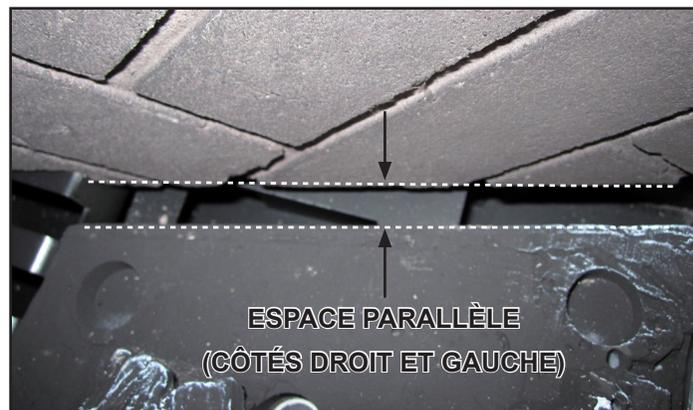

Figure 10.6 Placer le réfractaire latéral gauche
3. Répétez le processus pour le panneau latéral gauche. Lorsque les pièces latérales du réfractaire sont bien installées, l'espace entre le réfractaire et le brûleur devrait être parallèle. Voir la Figure 10.6.